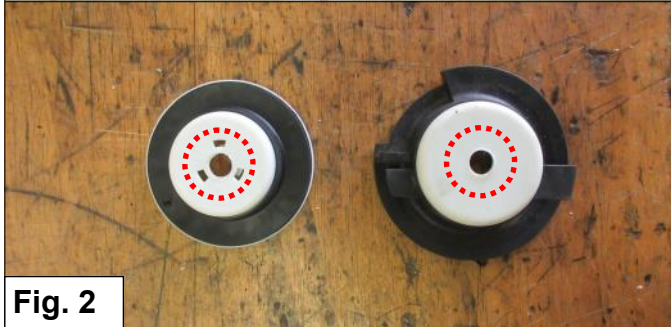

Fig. 2
5. Bohren Sie ein Loch Ø10,5 in der Mitte der 4 originalen Federteller. *Siehe Fig. 2.*